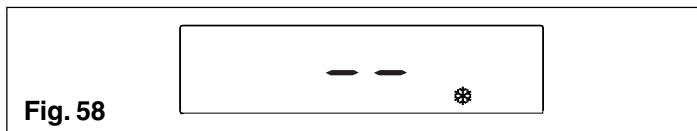

Fig. 58
- antigel (fig. 58): lorsque la température de l'eau de la chaudière descend au-dessous des valeurs de sécurité, le circulateur et le brûleur s'activent à la puissance minimum pour ramener la température de l'eau à la valeur de sécurité (35 °C). Le symbole  s'éclaire sur l'afficheur.